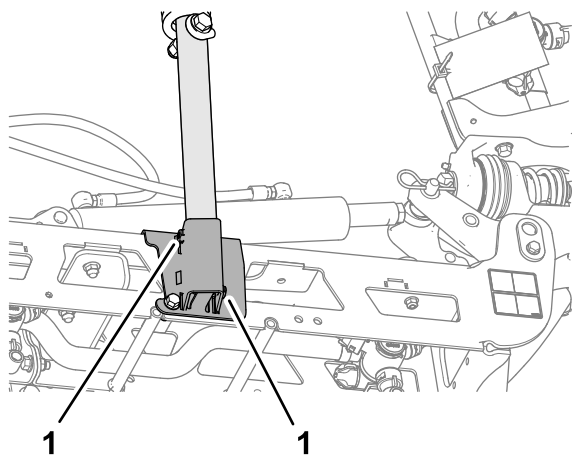

Figure 116
3. Desserrez les 2 vis qui fixent le tube inférieur du berceau (Figure 116).